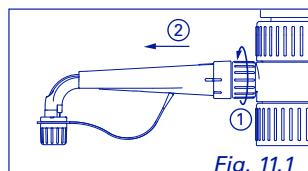

Fig. 11.1
① Remove delivery jet (Fig. 11.1 and 12.1)
① Ausstosskanüle entfernen (Abb. 11.1 und 12.1)